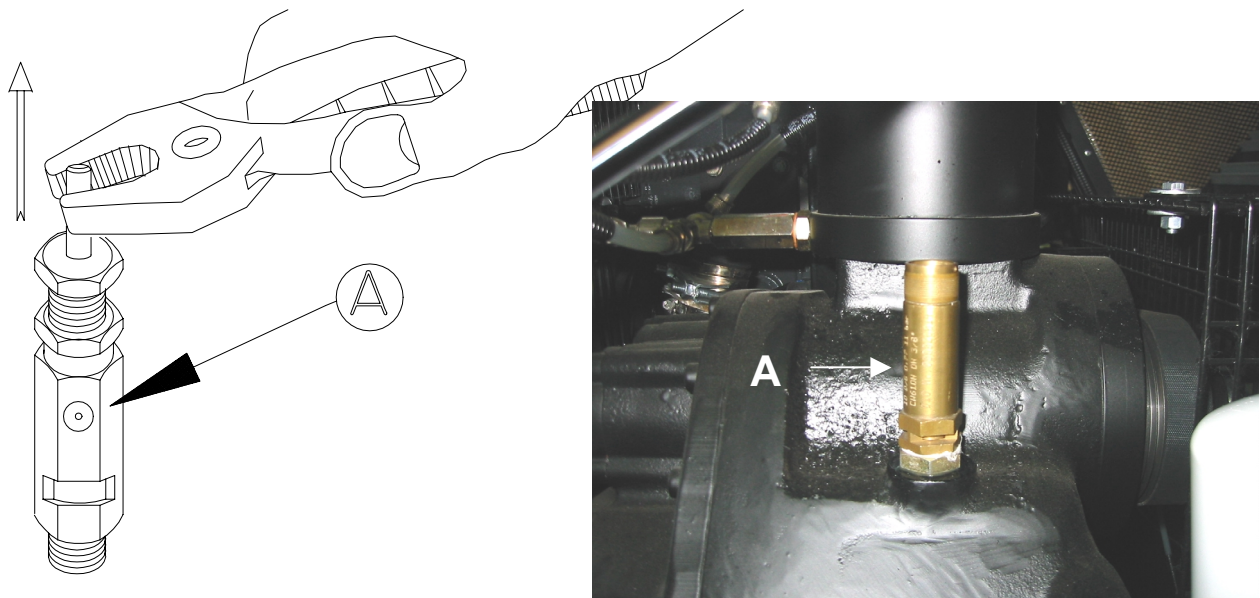

FIG. 15
-- 8.4) SAFETY VALVE CHECK (Fig. 15) --